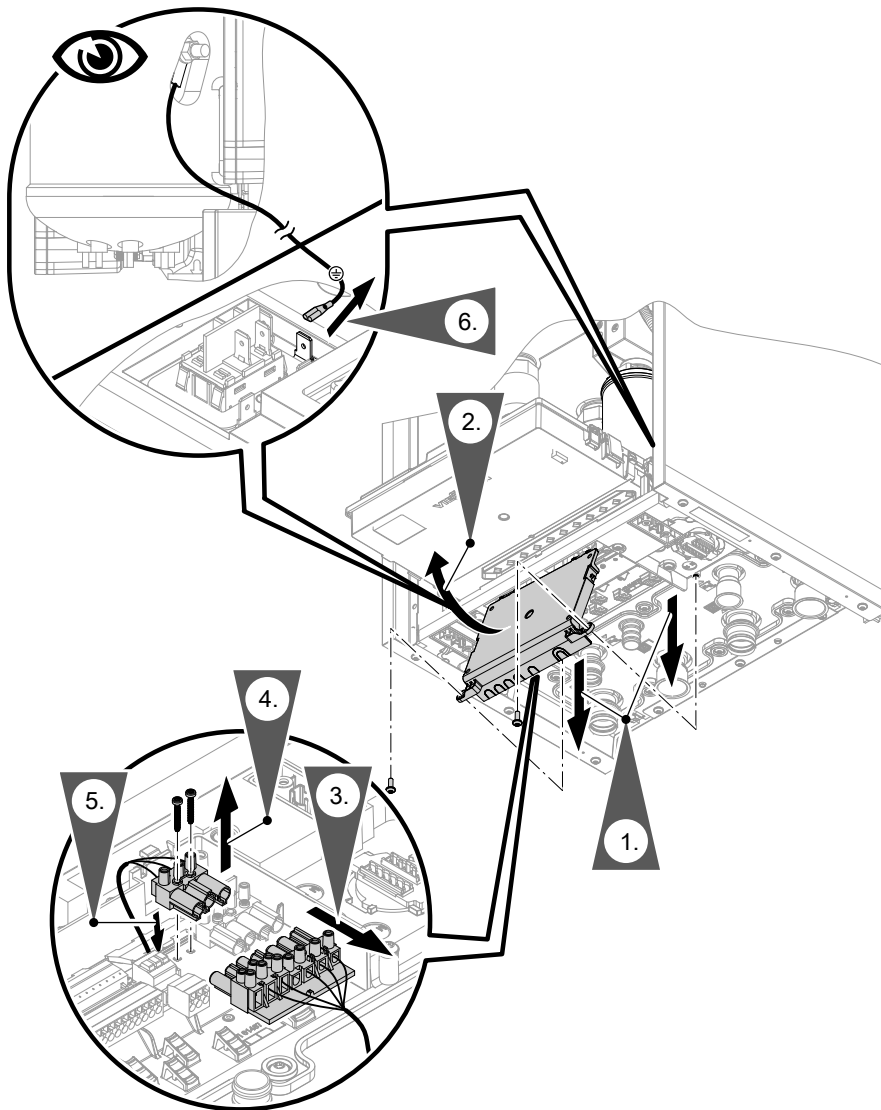

Abb. 92
- Anschlüsse Heizwasser-Durchlauferhitzer: Stecker der Netzanschlussleitung: Siehe Kapitel „Netzanschluss Heizwasser-Durchlauferhitzer“ und Abb. 92.